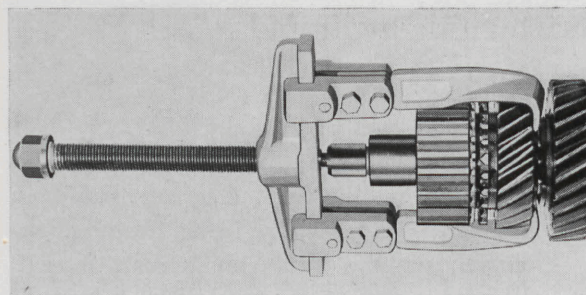

Bild 23. Demontering av främre synkronisering.
3. Tag bort låsringen på axeln framände. Drag av synkroniseringsnav och 2:ans kugghjul med en lämplig avdragare, se bild 23. Tag bort tryckbrickan.